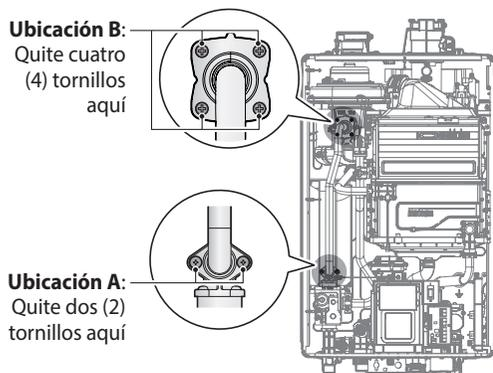

Figura 3. Separación de la válvula de gas del tubo de entrada de gas y el conjunto del motor del ventilador
4. Utilice un destornillador Phillips para quitar los dos tornillos de la ubicación A: la conexión bajo la válvula de gas donde se conecta al tubo. Consulte la Figura 3 como referencia. Una vez quitados los tornillos, separe cuidadosamente el tubo de la válvula de gas.